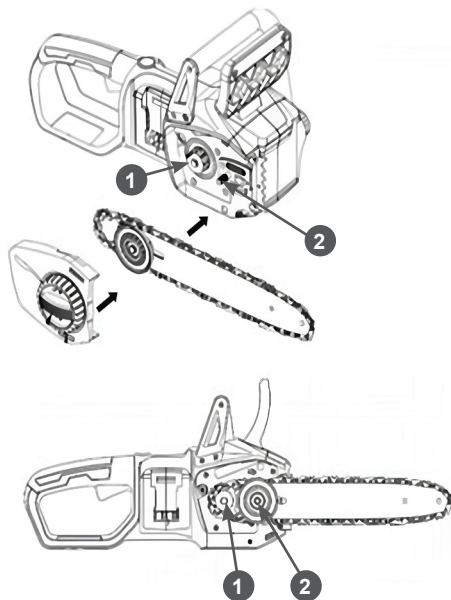

Рис. 3 Установка шины
- Наденьте пильную цепь на звездочку 1 (Рис. 3), одновременно надев шину на шпильку 2 шины (совместив отверстие шины и шпильку).